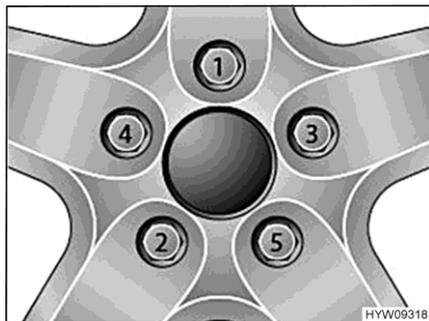

Fig. 47 Apretar las tuercas o los tornillos de las ruedas en forma de cruz
- Apretar las tuercas de rueda o los tornillos de rueda en el orden indicado en Fig. 47. Para ello, usar una llave dinamométrica y cumplir con el par de apriete especificado (véase apartado 14.5).
- Comprobar periódicamente que las tuercas o tornillos de las ruedas estén firmemente apretados. Volver a apretar las tuercas de rueda o los tornillos de rueda de una rueda cambiada después de 50 km. En esto, proceder en el orden indicado en Fig. 47.
- Al utilizar llantas nuevas o recién pintadas, reajustar además las tuercas o tornillos después de 1 000 a 5 000 km aprox. En esto, proceder en el orden indicado en Fig. 47.